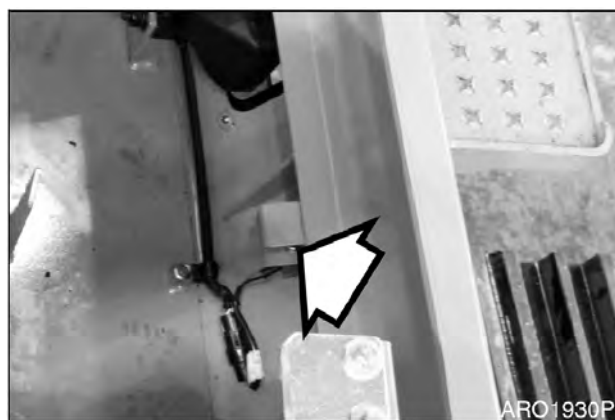

Рис. 87
3. Поверните переключатель топливного насоса (рис. 87) внутрь корпуса батареи с передней стороны во включенное положение (ON).